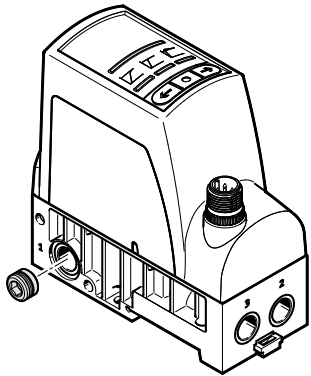

Fig. 5 Verschlusschraube eindrehen
1. Verschlusschraube in den Kanal (1) des ausgewählten Ventils eindrehen → Fig. 5. Die Verschlusschraube soweit eindrehen, bis sie bündig mit der umgebenden Fläche abschließt.